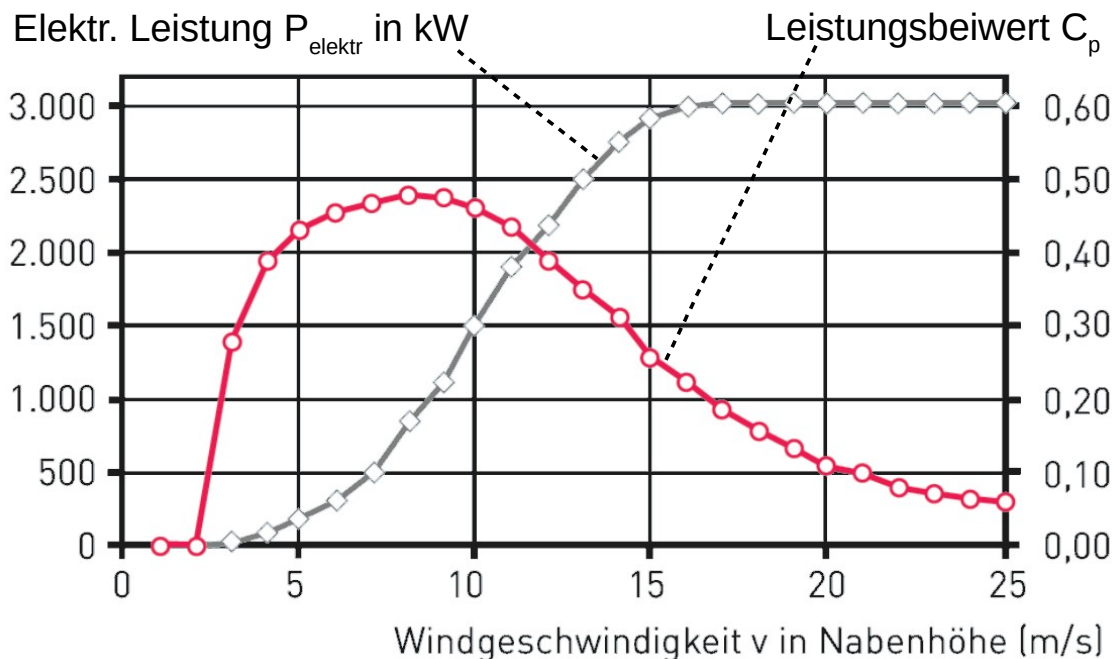

Bild 1: Quelle: Enercon_Produnkt_de_6_2015.pdf
Bild 1 zeigt den Leistungsverlauf und den Verlauf des Leistungsbeiwerts einer Windkraftanlage.
- 1.1.1 Bestimmen Sie mithilfe des Diagramms aus Bild 1 den Leistungsbeiwert der Anlage bei Auslegungswindgeschwindigkeit. Berechnen Sie bei dieser Windgeschwindigkeit die mechanische Leistung an der Welle in kW. 3